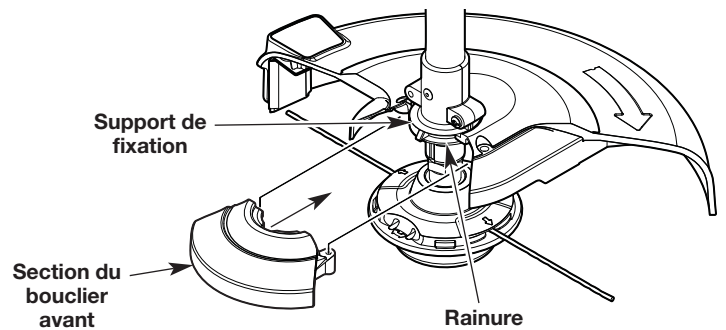

Fig. 2
2. Faites glisser la section avant du bouclier sur l'avant du support de fixation (Fig. 2). La section du bouclier doit glisser dans la rainure (Fig. 2). Cela peut nécessiter une pression ferme.